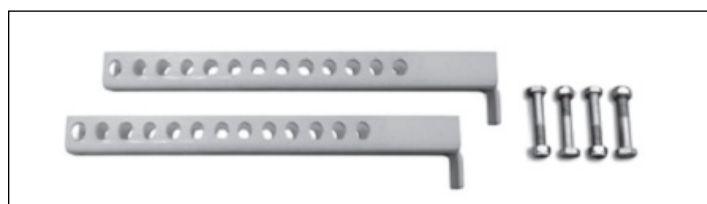

Рисунок 3.2 – Комплект удлинителей рычагов УР
3.7 В случае, если на горловине колодца установлено более двух бетонных колец, прикрепить к каждому рычагу УЗНКЛ удлинитель с помощью двух болтов и гаек из состава комплекта удлинителей рычагов УР (рисунок 3.2). Визуально (изнутри колодца) убедиться в том, что при установленных на УЗНКЛ удлинителях обеспечивается необходимое расстояние от нижней части удлинителей до края горловины колодца.